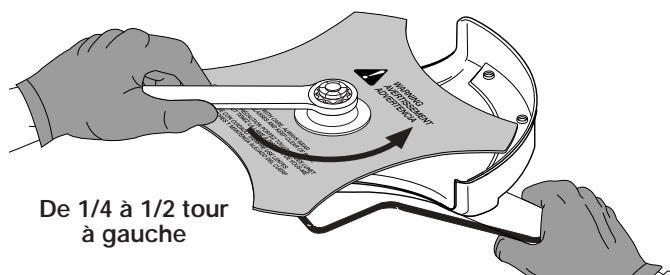

Fig. 13
- Si vous n'avez pas de clé dynamométrique, utilisez une clé fermée ou à douille de 5/8 po et tournez l'écrou jusqu'à ce que la retenue soit bien ajustée contre la bague de l'arbre. Assurez-vous que la lame est bien mise, puis donnez à l'écrou entre 1/4 et 1/2 tour supplémentaire à gauche (Fig. 13).